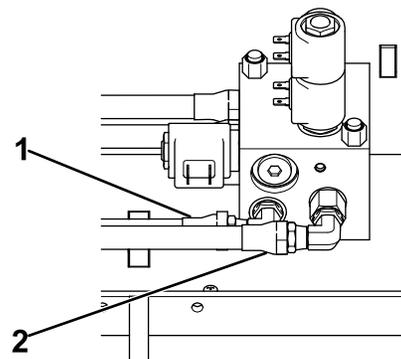

Figura 9
1. Conecte la manguera hidráulica corta al conector C1 del distribuidor hidráulico (Figura 9).
2. Conecte la manguera hidráulica larga al conector C2 del distribuidor hidráulico (Figura 9).